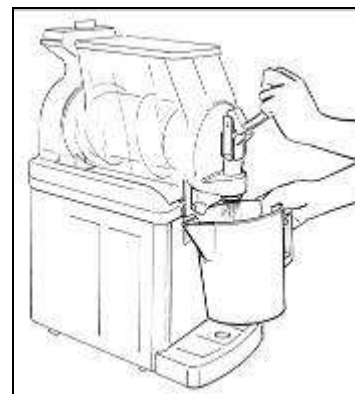

Fig. 4
- **A**cie la cubeta y repita las mismas operaciones hasta que de la misma salga agua limpia (fig.4).